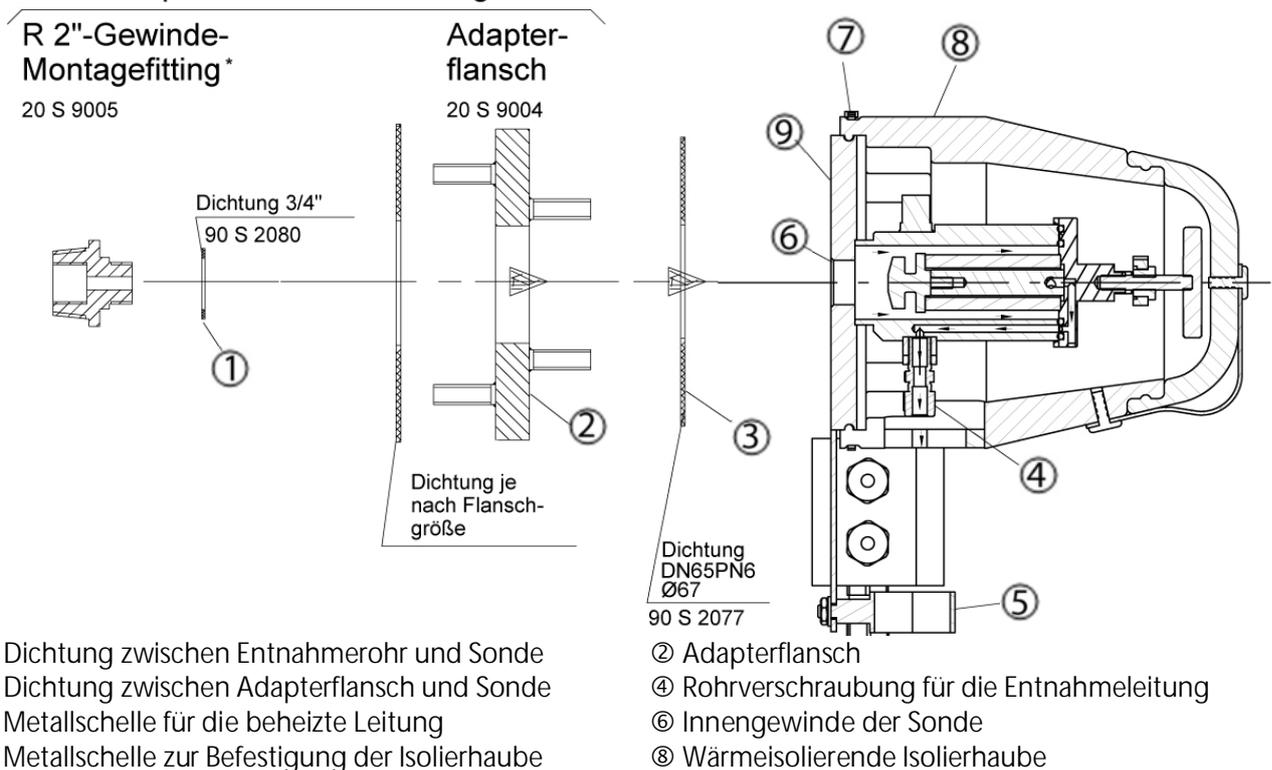

Abbildung 2 Sondenmontage SP180-H-EX2/PT100 T*
Die M&C Sonden SP180-H-EX2/PT100 T* sind für den stationären Einsatz konzipiert und garantieren bei fachgerechter Auswahl und Montage eine lange Funktionsfähigkeit und ein Minimum an Wartung. Die optimale Betriebseinbaulage ist horizontal mit ca. 10° Neigung zum Prozess. Für die folgende Beschreibung siehe auch Abb. 2.
- Das gelieferte Entnahmerohr in das 3/4"-Innengewinde ⑥ im Flansch der Sonde mit der 3/4"-Flachdichtung ① einschrauben und festziehen.
- Zur Montage der SP180-H-EX2/PT100 T* am Entnahmeflansch ist die Metallschelle ⑦ über der Isolierhaube ⑧ zu lösen und die Isolierhaube abzunehmen.
- Entspricht der Entnahmestutzen nicht dem Standard-Flanschanschluss DN65 PN6, so ist der optional mitgelieferte Adapterflansch ② an der Sonde zu montieren (siehe Abb. 2). Vorher die Flanschdichtung ③ zwischen beide Flansche legen.
- Wird das beheizte Entnahmerohr Typ SP30/35 verwendet, ist die Sonde ebenso mit dessen Flansch (mit eingeschweißten Gewindebolzen) zu verschrauben. Vorher die Flanschdichtung ③ zwischen beide Flansche legen.
- Flanschdichtung ③ am Entnahmestutzen anlegen.
- Nach der Montage der Sonde am Entnahmeflansch die Isolierhaube ⑧ wieder über den Sondenflansch stülpen und mit der Metallschelle ⑦ sichern.